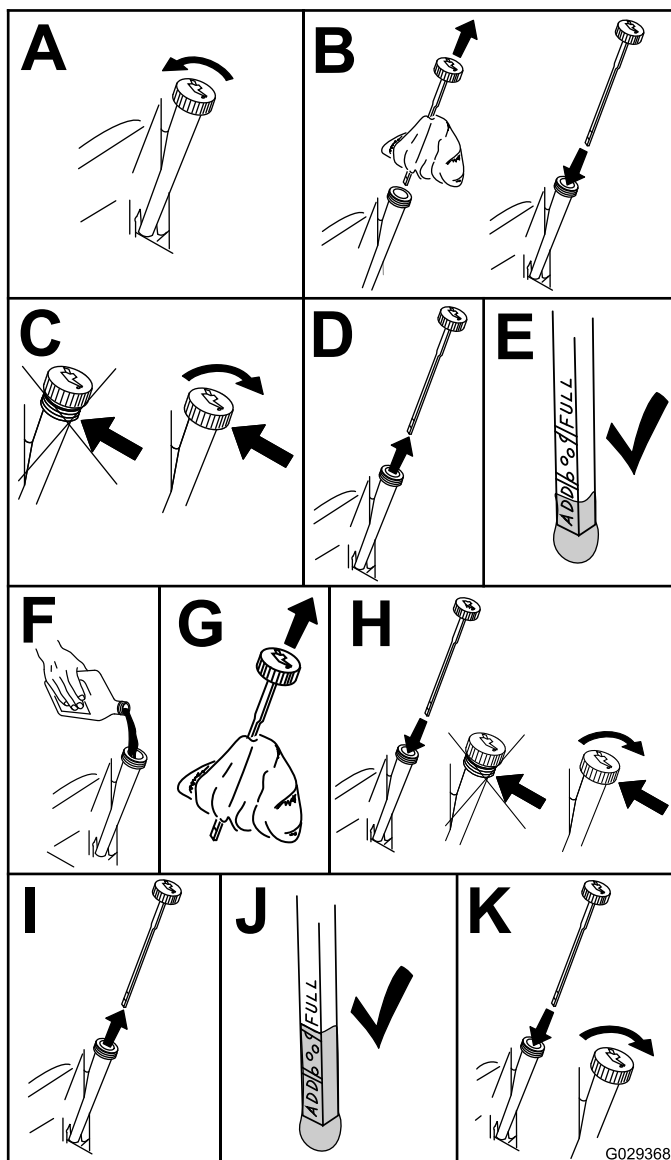

Figura 32
4. Compruebe el nivel de aceite del motor (Figura 32).